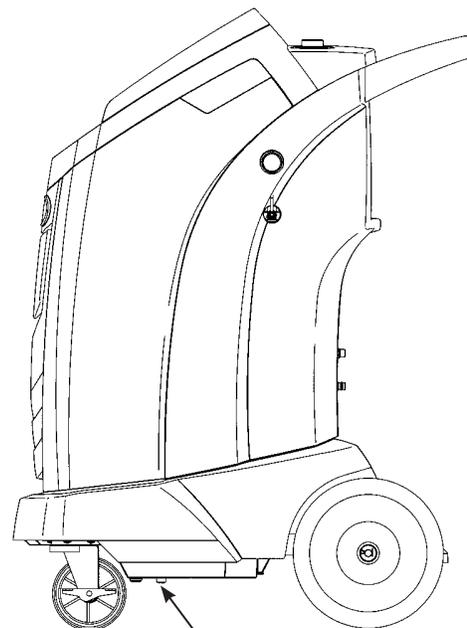

Figura 13
1. Consulte la figura 13 y verifique que el imán de la parte inferior de la máquina esté limpio.